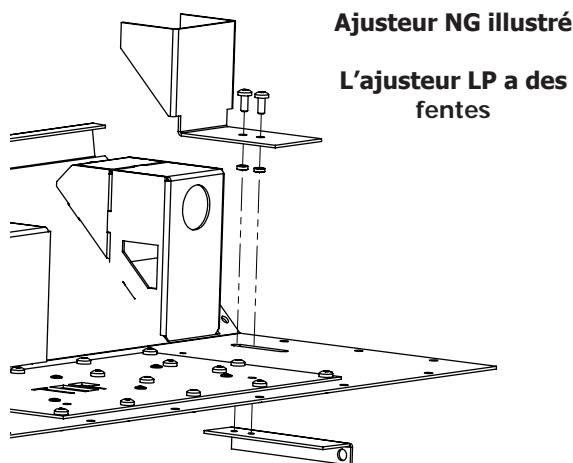

Figure 23. orifice de veilleuse
- b) Retirez l'orifice existant et remplacez-le par celui fourni dans le kit (Figure 23).